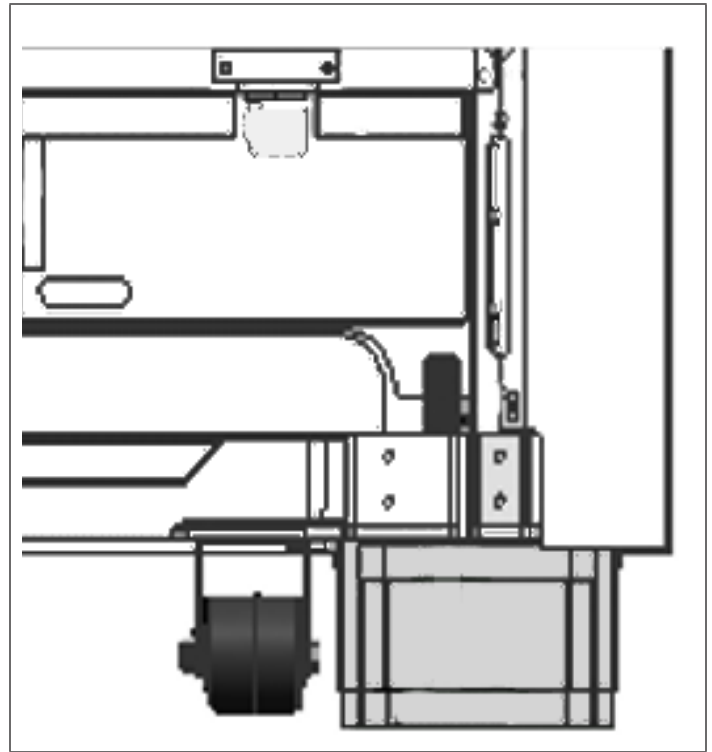

FIGURE 22: Recouvrements Des Pattes Installés
4. Faites glisser la manche extérieure vers le haut. L'autre pièce est munie d'encoches (que vous ne pouvez voir) dans lesquelles la manche plus grande devrait s'enclencher. Vous devriez sentir un déclic vous indiquant que le dispositif est fixé correctement à l'appareil (Figure 22).